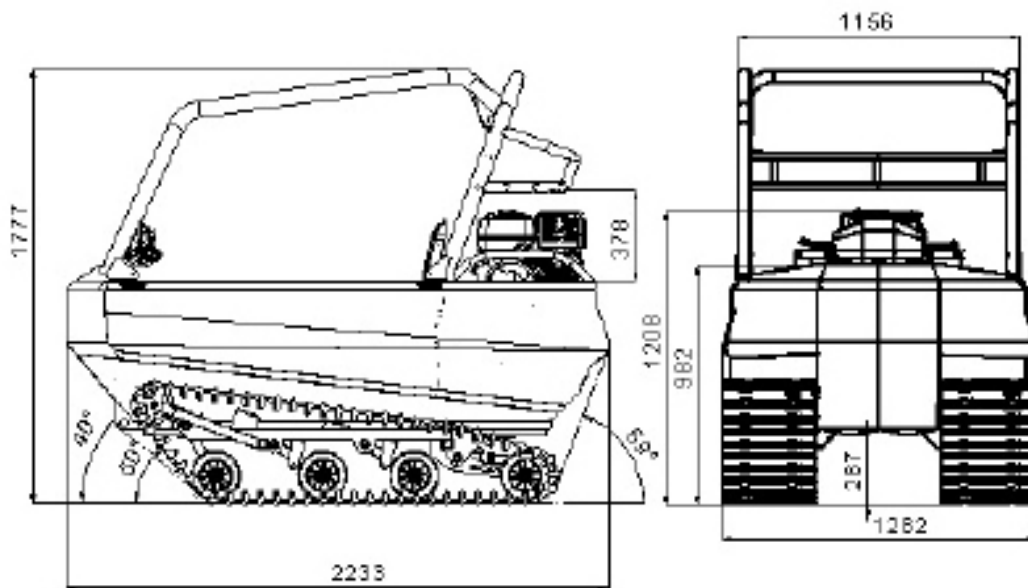

Рис. 1.4.1. Пелец Мини (габариты)
- Рис. 1.4.1. «Пелец Мини» (габариты) - схематичное изображение вездехода в профиль и в фас;